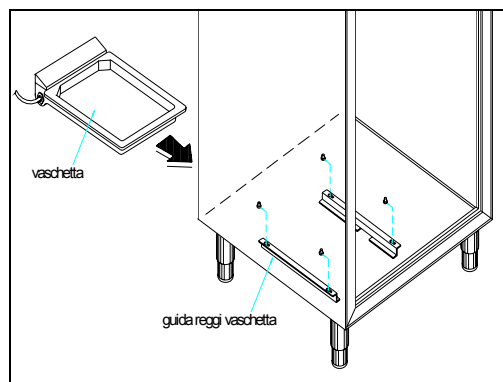

Fig. 3 (vedi allegato 13.2.4 .1)
- Inserire nelle apposite guide, ubicate nella parte inferiore del frigorifero, la vaschetta scarico condensa e per le macchine che montano vaschetta automatica collegare il connettore. (**Fig. 3**)